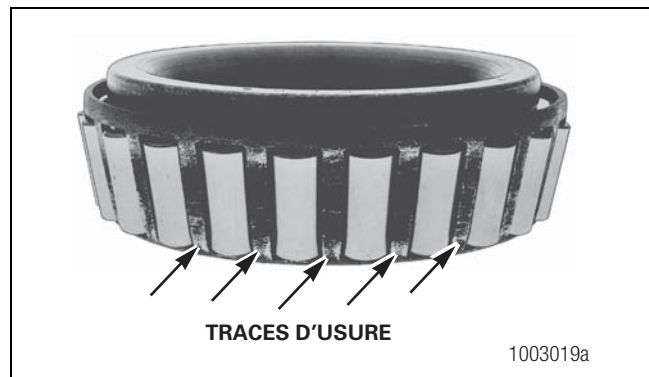

Figure 4.3
- Des traces d'usure brillantes apparaissent sur la surface externe de la cage des rouleaux. Figure 4.3.